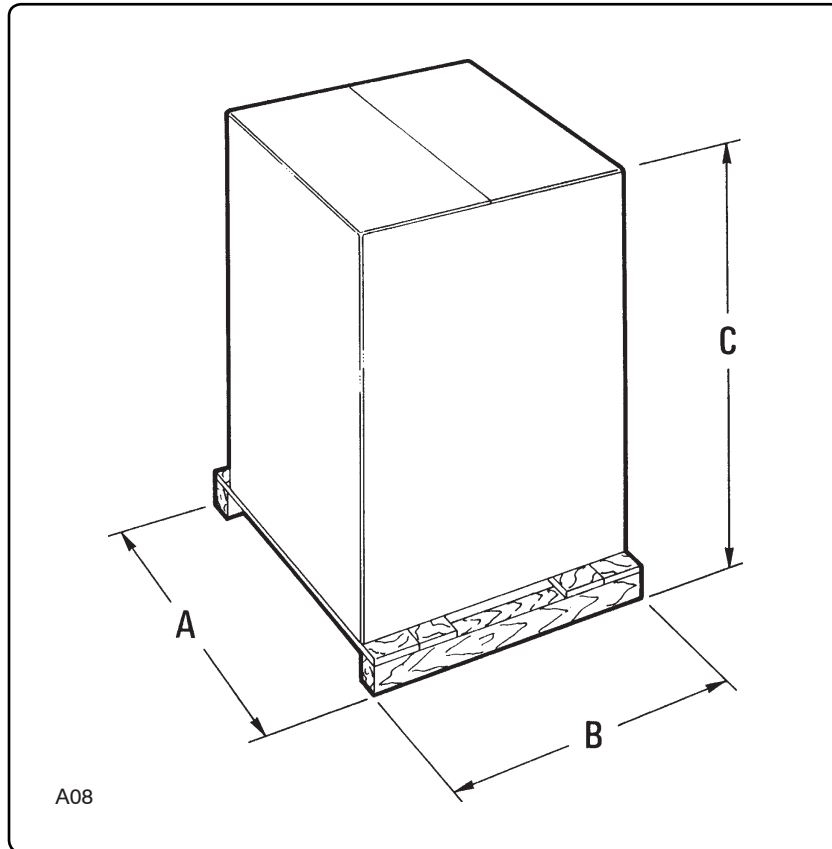

Fig. 3.3.1
In altri casi viene fissato ad un bancale e ricoperto da un cartone. Vedi fig. 3.3.1.
In other cases, it is fixed to a pallet and covered with cardboard. See fig. 3.3.1.
Dans d'autres cas il est fixé à une palette et recouvert d'un carton. Voir fig. 3.3.1.
In anderen Fällen wird er auf einer Palette befestigt und in einen Karton verpackt. Vgl. Abb. 3.3.1.
3.3 - Pesiedimensioni delle macchine imballate (fig. 3.3.1)
3.3 - Weights and dimensions of the packed machines (fig. 3.3.1)
3.3 - Poids et dimensions des machines emballées (fig. 3.3.1)
3.3 - Gewichte und Abmessungen der verpackten Maschinen (Abb. 3.3.1)